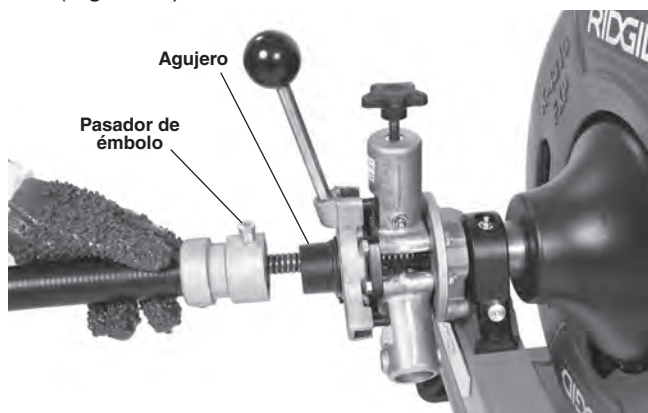

Figura 10 – Conexión de la manguera guía frontal
3. Levante hacia arriba el cabezal del pasador y coloque el adaptador sobre el collarín de montaje en la unidad AUTOFEED. Asegure que el pasador de émbolo se trabe en el agujero del collarín de montaje (Figura 10).